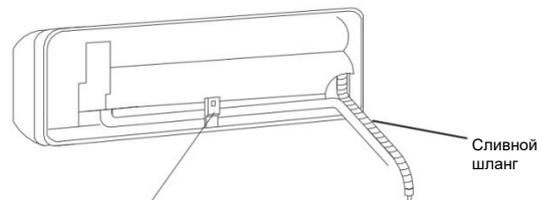

Рис. 9
2. Подсоединение левой задней трубки (аналогично левой нижней трубке). (Опционально, см. Рис. 9)
На схеме показано правостороннее расположение сливного шланга, см. Рис. 9.